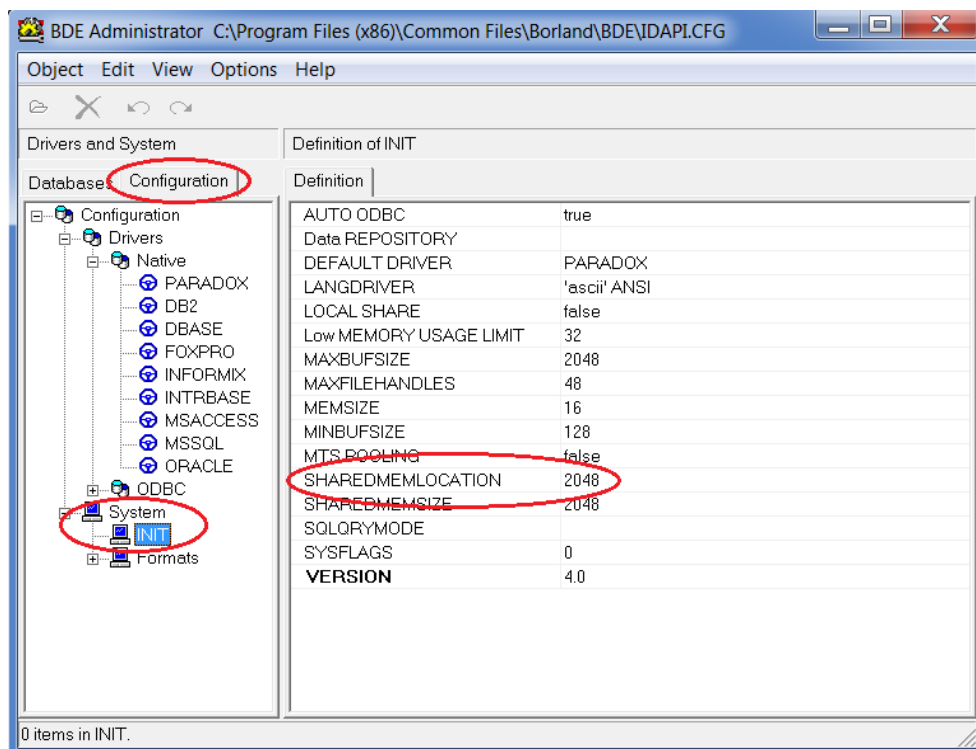

Рисунок A15.
6.3 Установить значение пункта «Configuration-System-INIT-SHAREDMEMLOCATION» равным 2048 (см. рисунок A15).